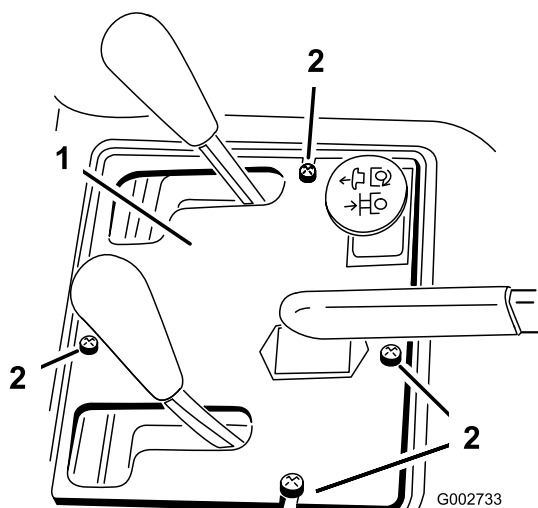

Figure 37
2. Retirez les 4 vis qui fixent le panneau de commande au cadre (Figure 37).